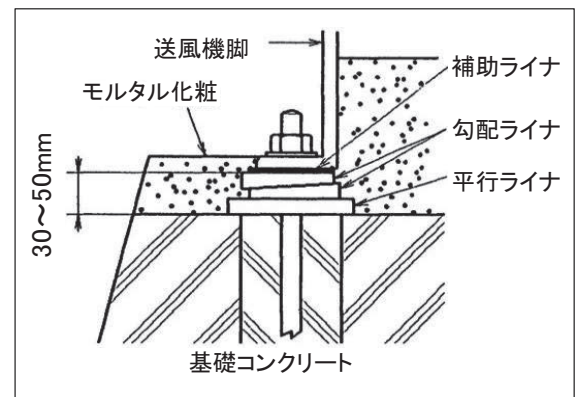

図2 ライナ配置例
- (3) 平行ライナ 1枚と勾配ライナ 2枚を図2に示すように送風機の基礎ボルト穴の両側に振り分け配置してください。